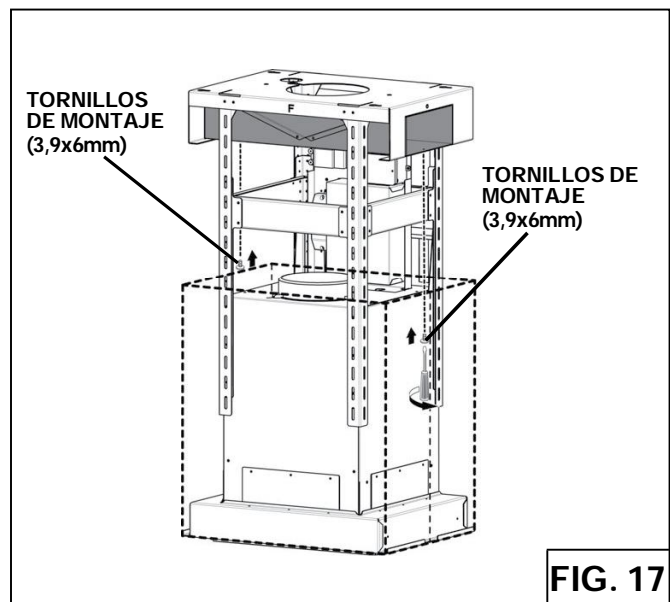

FIG. 17
2. Una la cámara al marco superior de soporte utilizando (2) 3.9 x 6mm tornillos de punta plana, como se muestra en la Fig.17.